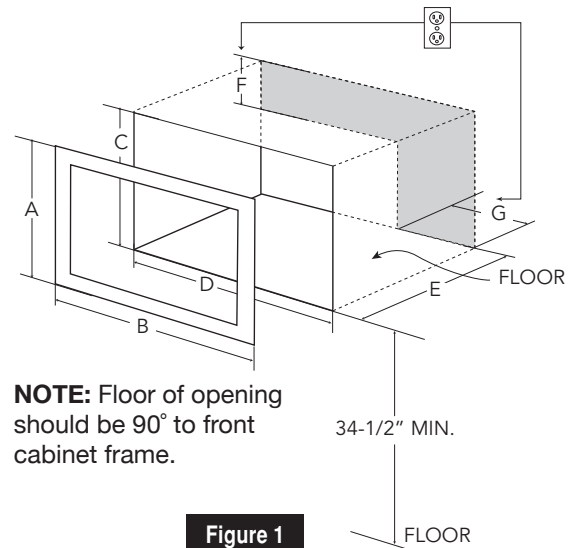

Figure 1
Provide an opening in the wall or cabinet as indicated in Figure 1. The depth should be a minimum of 20-1/8". If the Depth (E) dimension is greater than 21", the outlet location may be in any area on the rear wall. The floor of the opening should be constructed of plywood strong enough to support the weight of the oven (approximately 100 lbs.) and should be level for proper operation of the oven.
Outlet should **NOT** be in the shaded area as indicated on Figure 1.
Faire une ouverture dans le mur ou l'armoire comme illustré à la Figure 1. La profondeur doit être d'une longueur minimum de 51,1 cm (20 1/8 po). Si la profondeur (E) dépasse 53,3 cm (21 po), l'emplacement de la prise peut être situé n'importe où sur le mur arrière. Le plancher de l'ouverture doit être construit dans un contreplaqué assez fort pour supporter le poids du four et sa propre charge (environ 45,36 kg [100 lb]) et doit être situé à un niveau convenable pour l'utilisation du four.